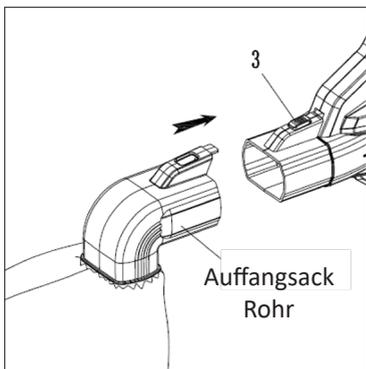

Abbildung 8
- Montieren Sie das Rohr des Auffangbeutels am Motorgehäuse; er rastet richtig ein, wenn der vordere Verriegelungsboden (Abb. 8 / Position 3) in das Aufnahme Loch des Fangbeutelrohrs zurückspringt, dabei ist ein Klicken zu hören.